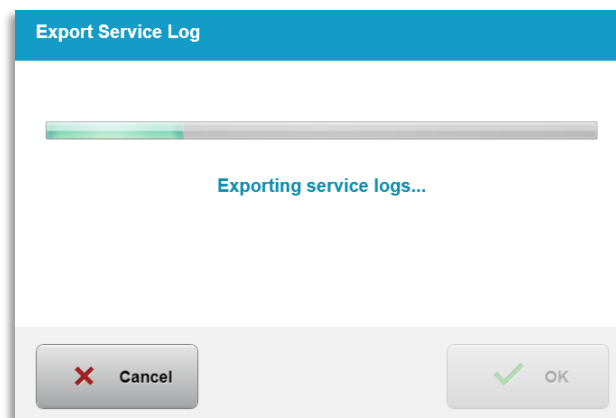

Figura 3-58. Exportação do registo de serviço em curso
- O sistema começa automaticamente a transferir o registo de serviço e mostra uma barra de progresso do processo de transferência como mostrado na figura 3-58.